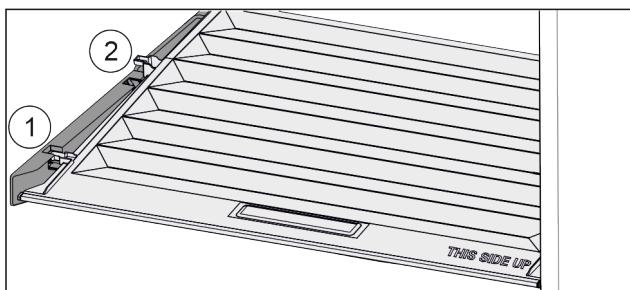

Fig. 147
- Издърпайте напред Fig. 147 (1) капака до отвора в задържащите части.
- Повдигнете го отзад отдолу и отстраниете Fig. 147 (2) нагоре.